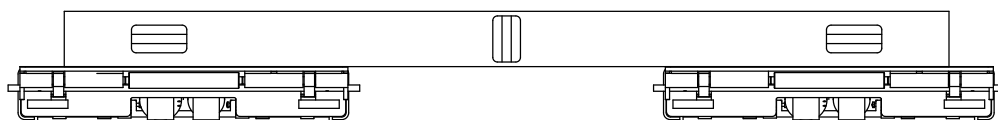

Fig. 8d
6. Vérifiez que les plateformes soient au niveau entre elles, Fig. 8d.